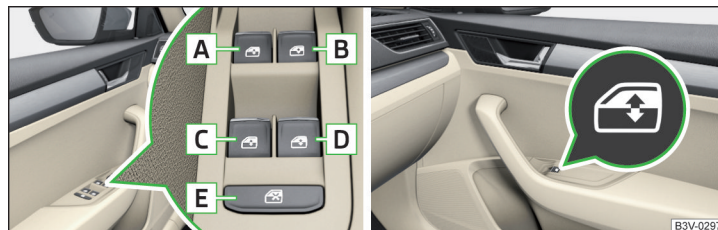

Fig. 61 Tastele pentru acționarea geamurilor
Tastele pentru acționarea geamurilor » fig. 61
- După deschiderea portierei șoferului sau a pasagerului față, operarea geamurilor va mai fi posibilă numai de la butonul **A** » fig. 61, prin apăsarea, respectiv tragerea acestuia pentru cca. 2 secunde.
- **sau:** Decuplați contactul, deschideți portiera șoferului și mențineți butonul **A** până la capăt în poziție de deschidere » fig. 61 la pagina 73.
- **sau:** Decuplați contactul, deschideți portiera șoferului și mențineți butonul **A** până la capăt în poziție de închidere » fig. 61 la pagina 73.